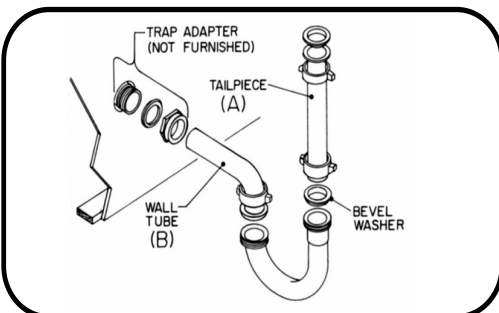

FIG 4
4. Attach P-trap assembly from tub drain to existing trap adapter using the exploded view in FIG 4 as a guide and in full compliance with local code requirements. A hacksaw may be used to cut the tailpiece (A) and wall tube (B) to length if required – use sandpaper or a file to remove any burrs after cutting. Keep connections loose until all trap components are aligned, then tighten securely by hand
4. Fixez le siphon en P de l'évacuation du bas à l'adaptateur de siphon existant en vous aidant de la vue éclatée de la FIG 4 et conformément aux réglementations locales applicables. On peut utiliser une scie à métaux pour couper le raccord droit de vidange (A) et la paroi du tuyau (B) à la bonne longueur si nécessaire – utilisez un papier de verre ou une lime pour supprimer toute ébarbure apparue lors de la coupe. Gardez les raccords lâches jusqu'à ce que toutes les pièces du siphon soient bien alignées, puis, serrez-les à la main.